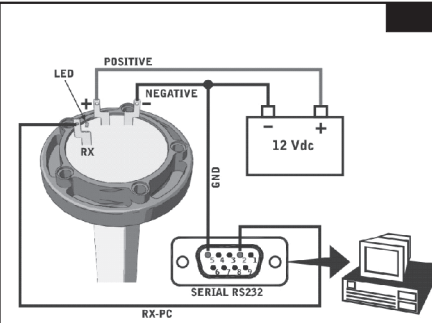

Fig. 9
- RS232 (Fig. 9), supply: 5 ÷ 18Vdc